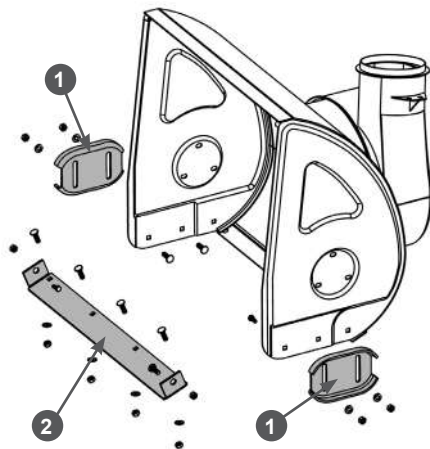

Рис. 46 Обслуживание кожуха шнеков
- Открутите гайки, извлеките болты крепления ползков 1 (Рис. 46) и снимите ползки с кожуха шнеков.
- Переверните ползки на 180 градусов или установите новые ползки и закрепите их четырьмя болтами и гайками (Рис. 46). Перед окончательной затяжкой гаек отрегулируйте высоту забора снега.
Для наглядности на Рис. 46 кожух шнеков показан без шнеков, редуктора и валов.
- Открутите гайки, извлеките болты крепления и снимите нижнюю накладку 2 с кожуха шнеков (Рис. 46).
- Установите новую нижнюю накладку и закрепите ее болтами и гайками (Рис. 46).